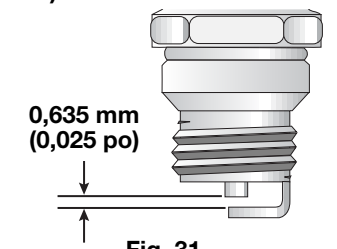

Fig. 31
3. Cambie las bujías que estén rajadas, sucias o deterioradas. Fije la separación de aire a **0,635 mm (0,025 pulgadas)** utilizando un calibrador (Fig. 31).